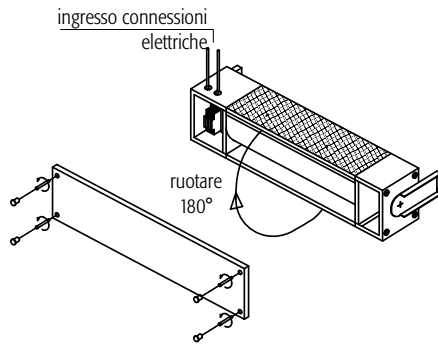

Fig. 23
10. rimontare il pannello posteriore con le apposite viti senza riposizionare i rispettivi tappi (Fig. 23);